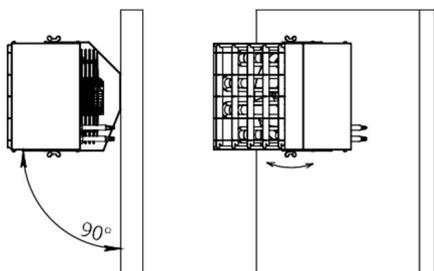

Fig. 7 - Inclinaison à 90
- Direction de l'écoulement à un angle de 90° avec possibilité de rotation autour de l'axe de rotation. (Fig. 7)